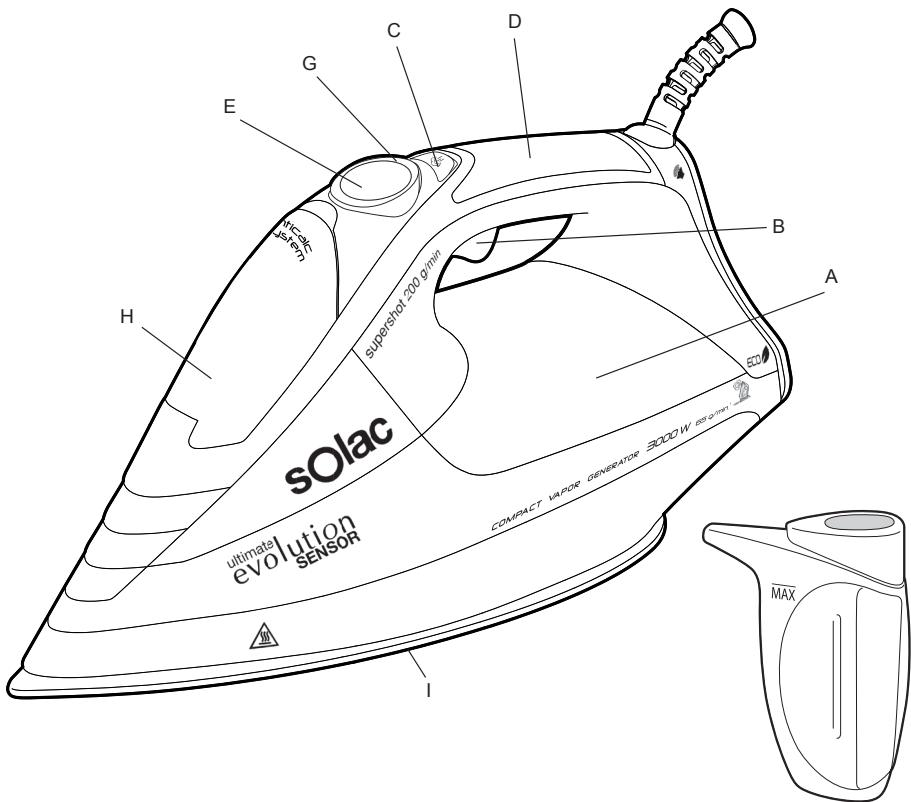

Fig 1.
- Respetar la indicación de nivel MAX. (Fig.1)
- Llenar el depósito respetando el nivel MAX (Fig. 1).